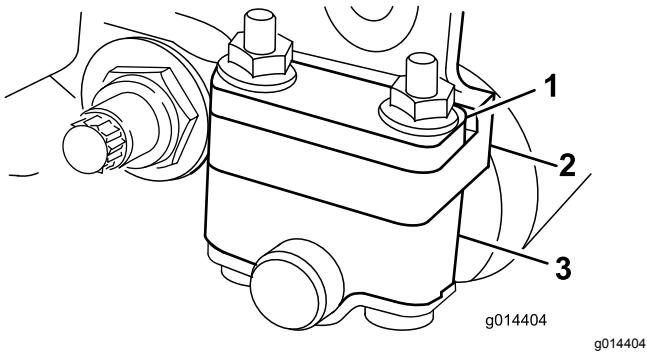

Figura 6
In base all'altezza di taglio desiderata occorrerà regolare le staffe del rullo posteriore (Figura 6 o Figura 7) nella posizione bassa o alta:
fabbrica) se l'altezza di taglio è compresa tra 1,6 mm e 6,4 mm (Figura 6).
4. Collocate i distanziali sulle viti al di sopra o al di sotto delle staffe del rullo, come opportuno (Figura 6 o Figura 7).